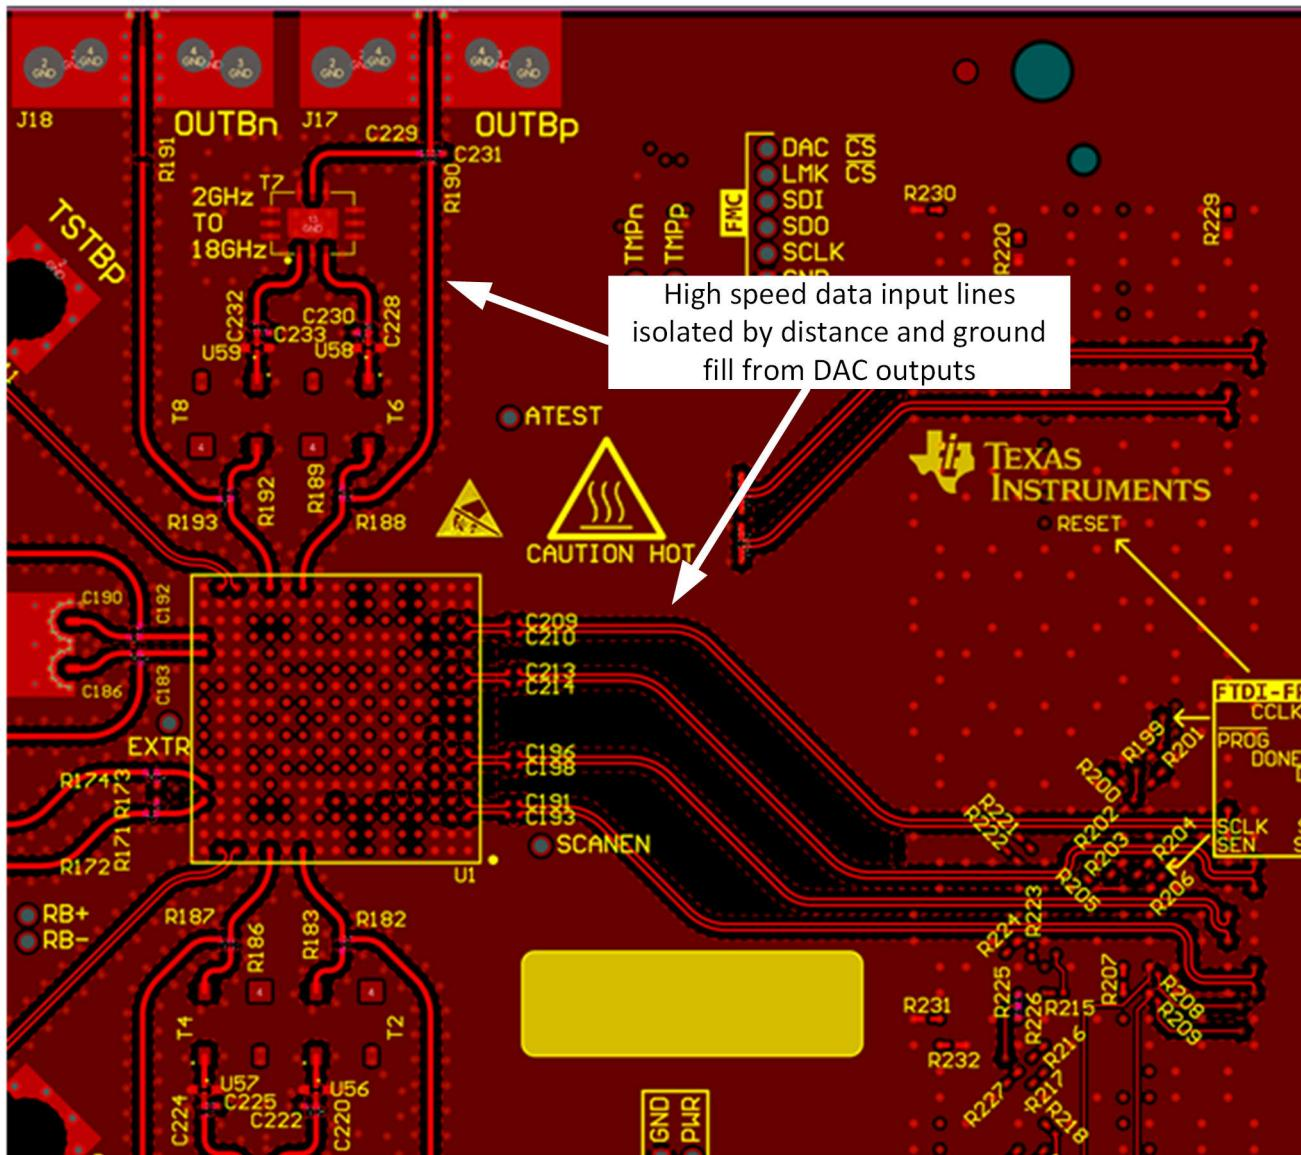
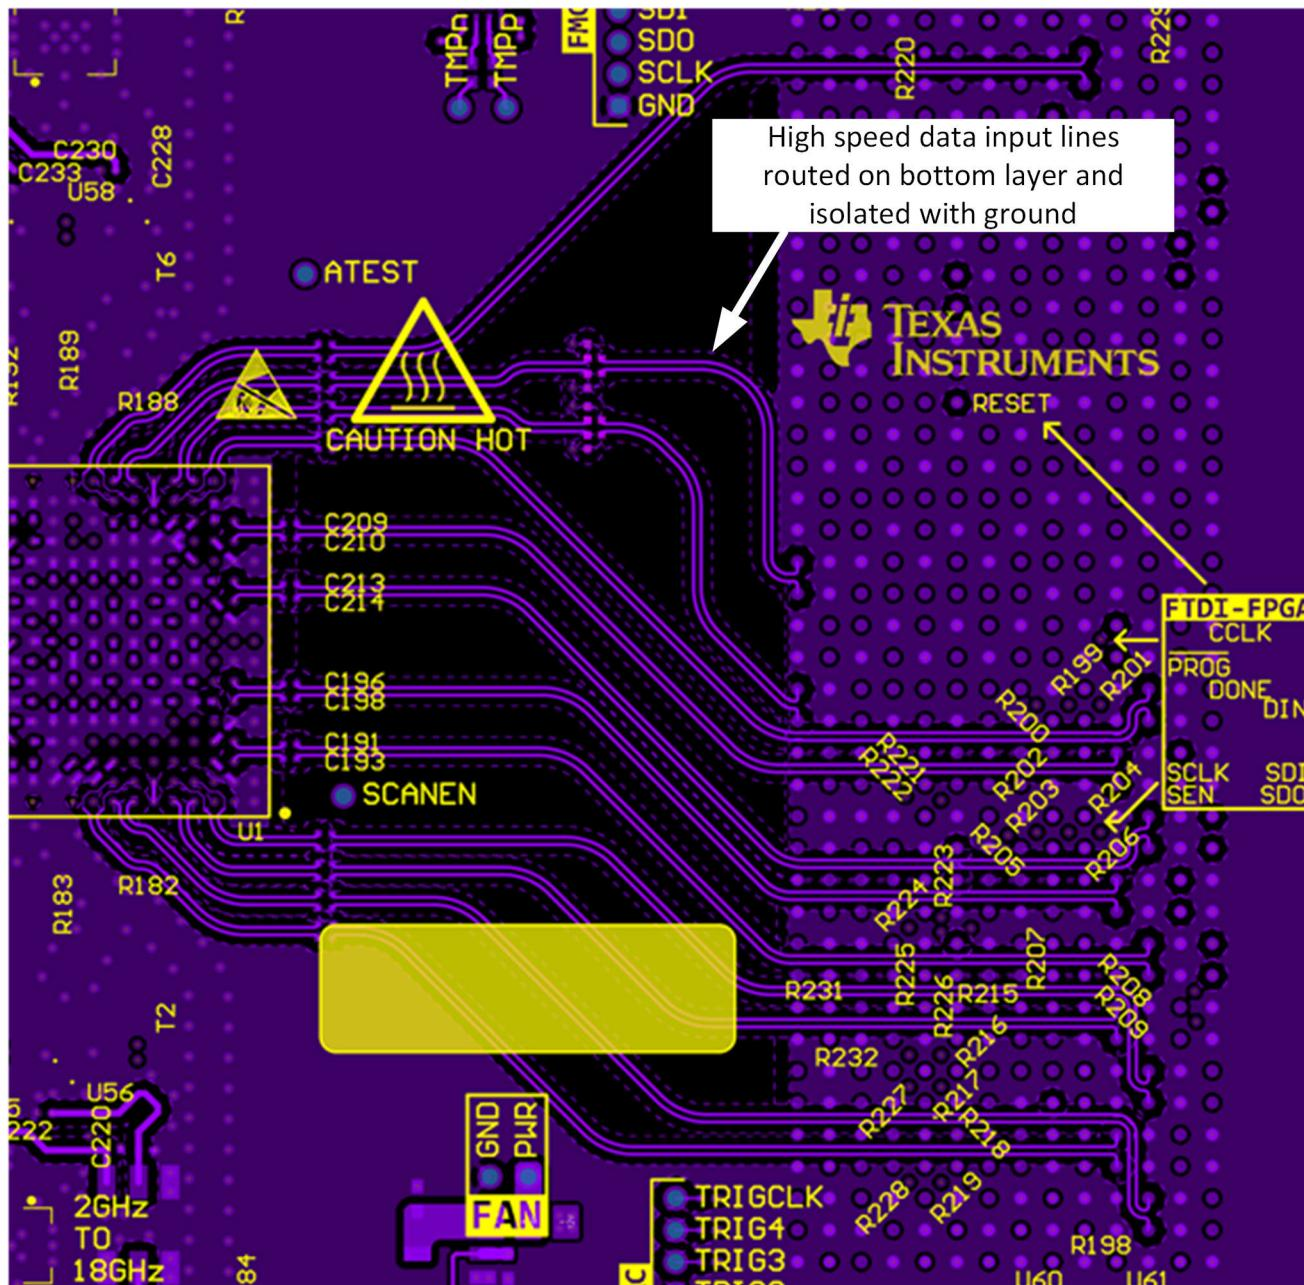

図 9-13. グランドフィル絶縁による Serdes の上層配線
図 9-14. グランド絶縁による Serdes の下層配線
9. JESD204x のデータ出力配線とアナログ入力配線が結合する場合があるので、特に注意が必要です。JESD204x 入力からのノイズの切り替えは、アナログ出力トレースに結合し、DAC の入力帯域幅が広いため広帯域ノイズとして現れることがあります。可能であれば、Serdes JESD204x データ入力を DAC 出力トレースから別の層に配線して、ノイズの結合を回避します。例として 図 9-13 と 図 9-14 を参照してください。